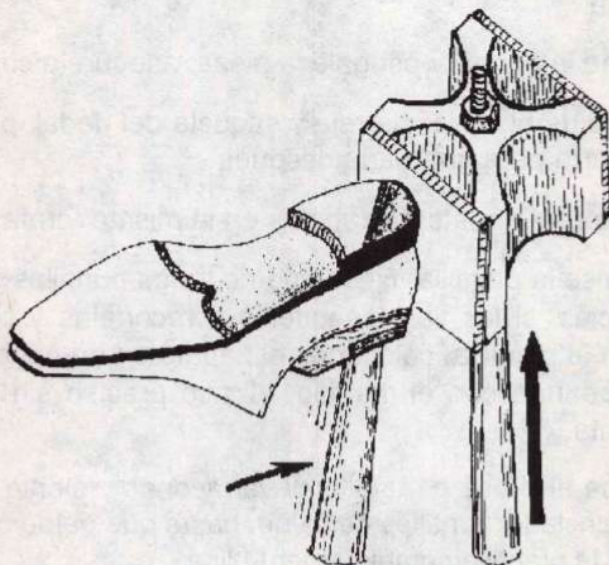

Fig. 13
- Coloque el zapato en el soporte y gradúe la altura de la almohadilla extractora frente al talón del zapato, esto se hace girando las dos tuercas que posee la almohadilla (Fig. 13).